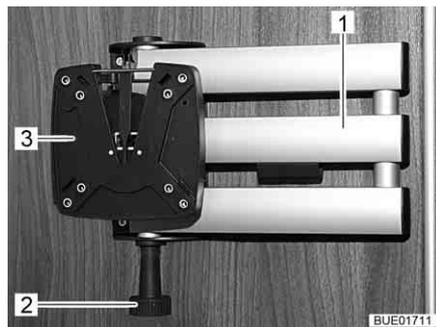

Fig. 75 Soporte con brazo articulado
- Tirar del botón de desbloqueo (Fig. 75,2). El brazo articulado (Fig. 75,1) estará desbloqueado.
- Girar la pantalla plana de regreso a la posición inicial hasta que se oiga engatillar el soporte (Fig. 75,3) en el bloqueo.